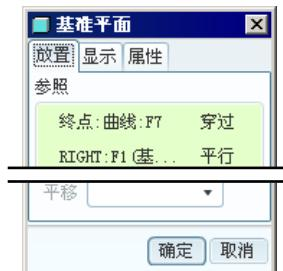

图 6.7.16 “基准平面”对话框
- (1) 单击“创建基准平面”按钮 ，系统弹出图 6.7.16 所示的“基准平面”对话框。